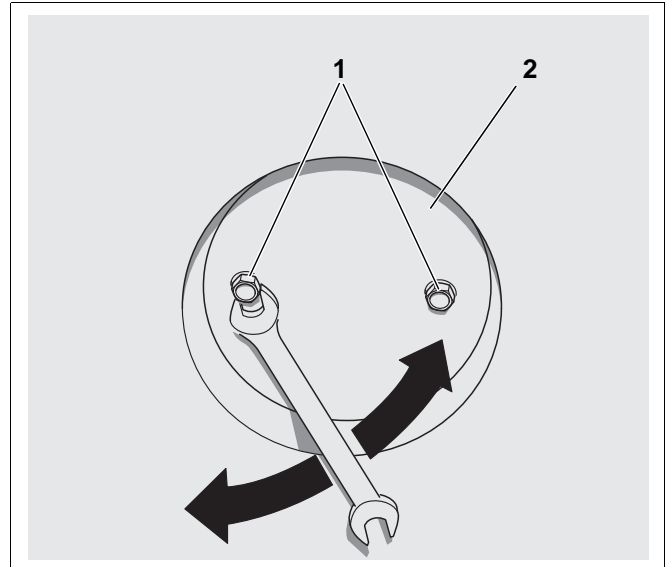

Abb. 9 Abgasanschluss Rückseite – Abdeckplatte lösen
- 2 Schrauben (Abb. 9, **Pos. 1**) der darunterliegenden Abdeckplatte (Abb. 9, **Pos. 2**) lösen, ohne diese vollständig herauszudrehen.